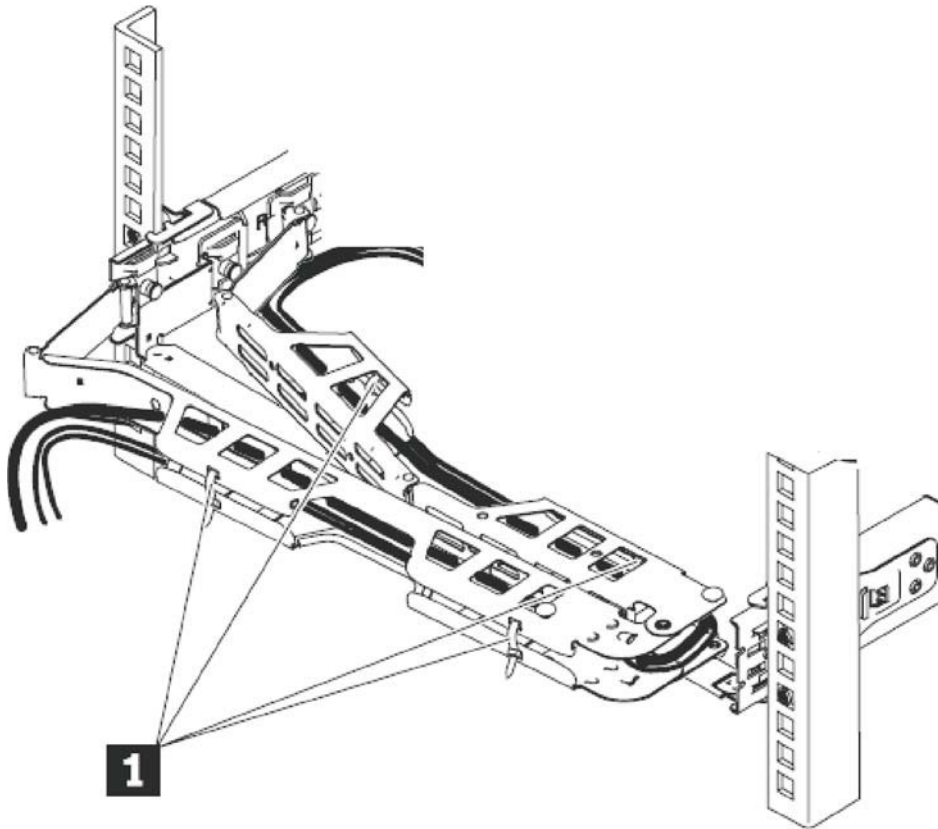

図 17. ケーブルの接続と配線
- a. ケーブル・マネジメント・アーム上で、データ・ケーブルおよび電源コードを 39 ページの図 17 の **1** に示すように、配線します。